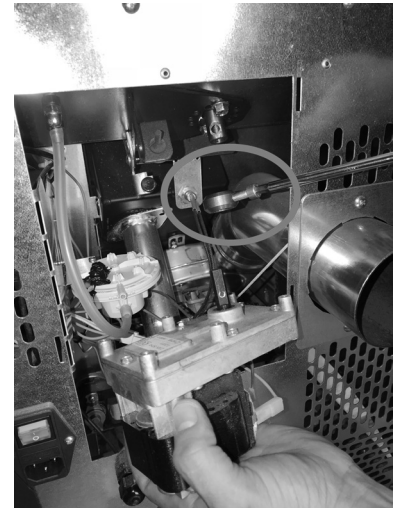

Fig. 79 - Getriebemotor entfernen
- Gehäuse entfernen (siehe **Fig. 79**).